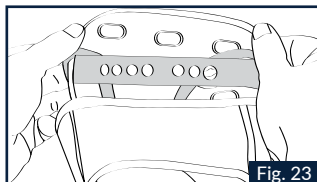

Fig. 23
1.1 Retourner un côté de la partie supérieure de la mousse et décrocher le bouton rond avant de réglage de la coiffe, situé au-dessous de cette dernière, du support plastique longitudinal sous-jacent pourvu de sept trous (Fig.23).